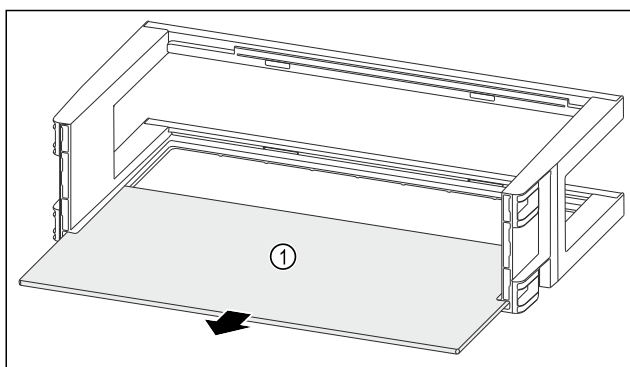

Fig. 149
- ▶ Odstranite polico za odlaganje Fig. 149 (1).